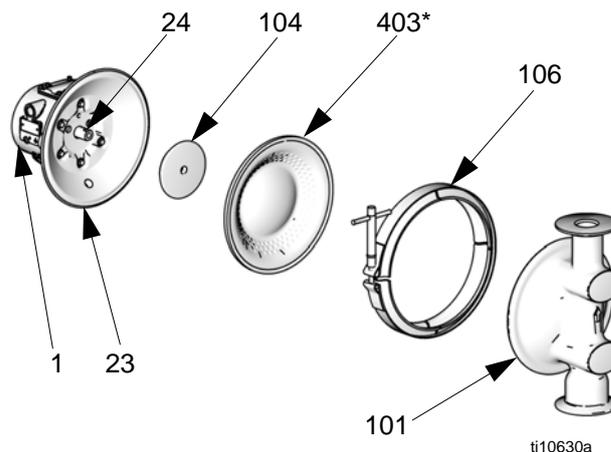

FIG. 12
3. Die Klammern (106) ausbauen, mit denen die Materialdeckel (101) an den Luftventilabdeckungen (23) gehalten werden. Die Materialabdeckungen (101) von der Pumpe abnehmen. Siehe FIG. 12.
5. Die Membranen werden handfest angezogen. Um sie zu lösen, beide Membranen sicher an der Außenkante greifen und entgegen dem Uhrzeigersinn drehen. Eine Membranbaugruppe löst sich und die andere bleibt auf der Welle sitzen. Die gelöste Membran (403) und die Stauscheibe der Luftseite (104) herausnehmen.
6. Die gegenüberliegende Membran-Baugruppe und die Welle (24) aus dem zentralen Gehäuse (1) ziehen. Die Schlüsselflächen an der Welle mit einem 19-mm-Steckschlüssel festhalten und die Membran sowie die Stauscheibe der Luftseite aus der Welle ausbauen.
7. Die Membranwelle (24) auf Verschleiß oder Schleifspuren prüfen. Ist sie schadhaft, die Lager (19) in eingebautem Zustand überprüfen. Sind die Lager schadhaft, siehe Seite Seite 24.
8. Mit einem O-Ring-Haken ins zentrale Gehäuse (1) fassen und in die Rillendichtungen (402) einhaken, dann diese aus dem Gehäuse ziehen. Dies kann bei eingebauten Lagern (19) erfolgen.